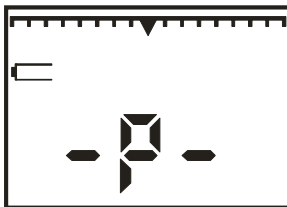

Рисунок 9.3
9.5 При снижении напряжения на аккумуляторной батарее менее 3,0 В на индикаторе отображается надпись «-P-» и периодически кратковременно включается звуковой сигнал (рисунок 9.3). При дальнейшем разряде аккумуляторной батареи питание ФП 12 отключается автоматически.